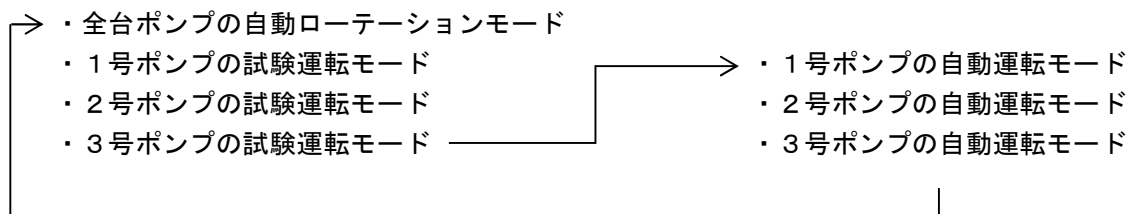
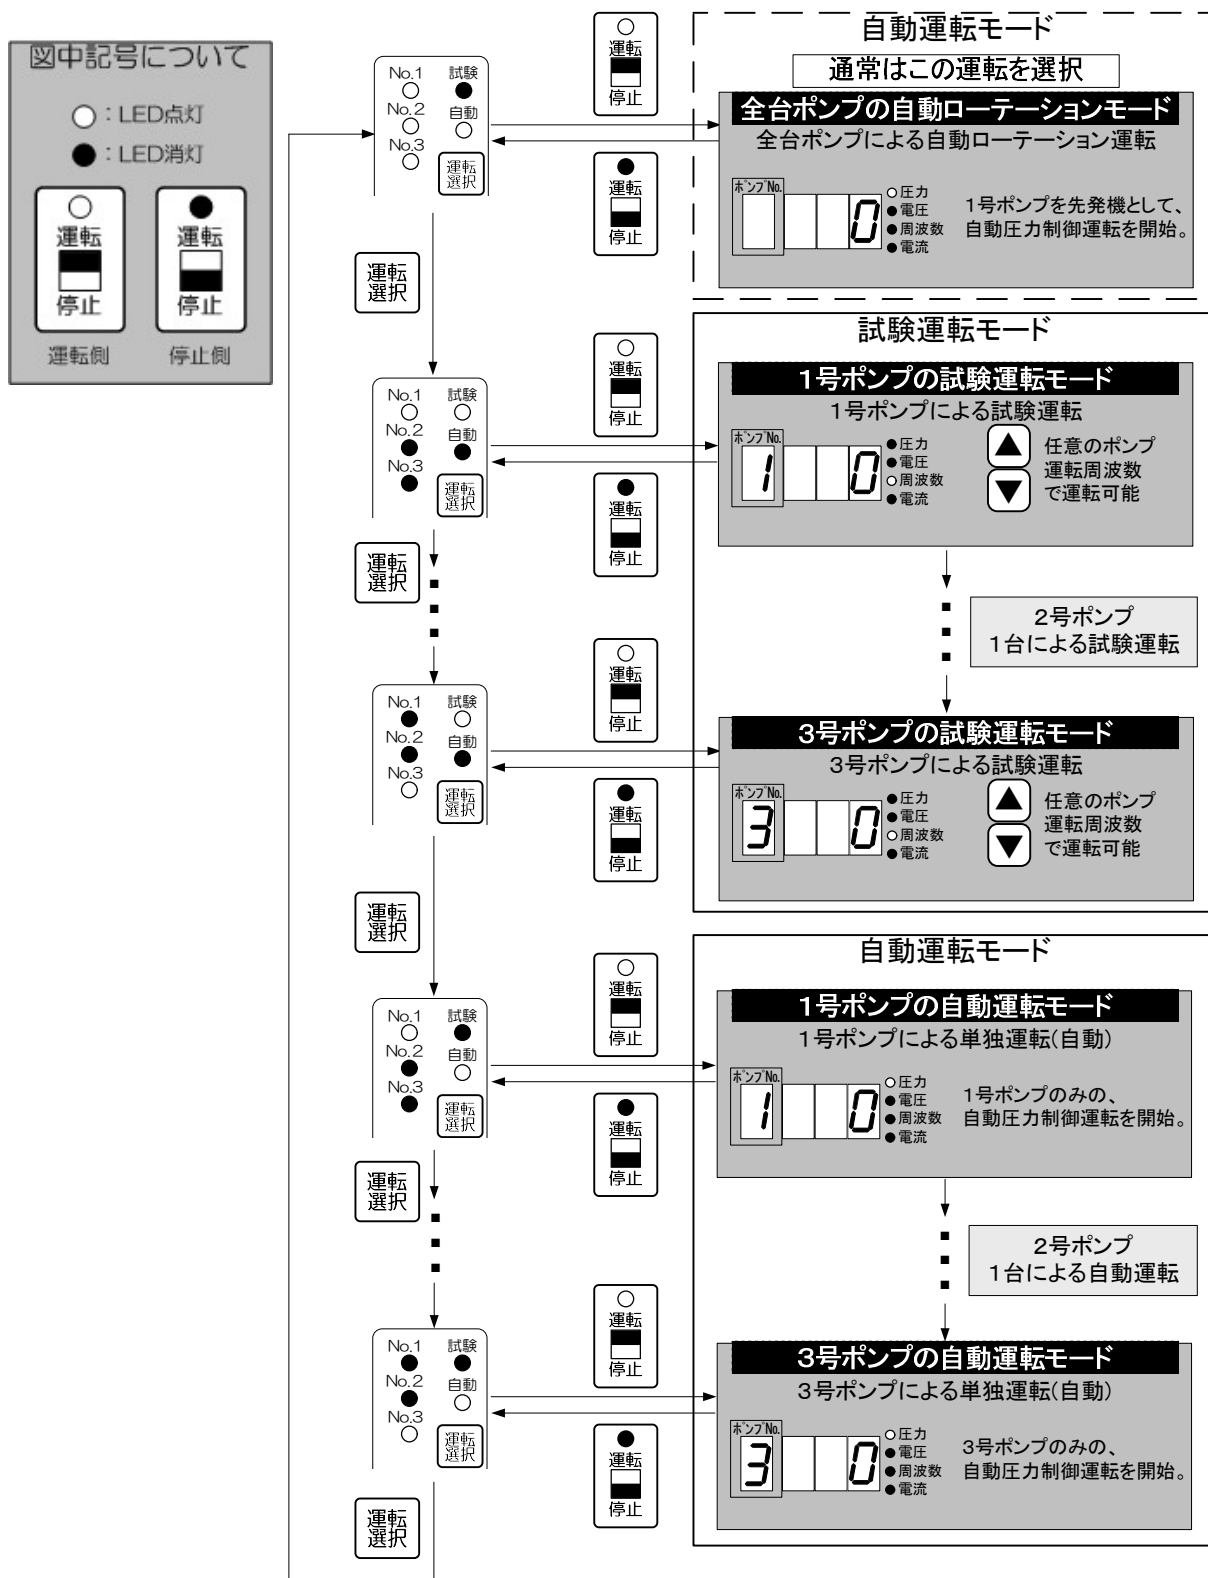

図 19 運転モードの遷移
図 20 運転モードの操作方法
- ・**運転** ボタンを押す度に図 19 のように運転モードが切替わります。詳細については図 20 を参照ください。
- (1) 圧力タンク用ボールバルブのハンドルを廻して、閉じてください。
- (2) 【運転停止スイッチ】が、停止側になっていることを確認してください。
- (3) 運転選択 ボタンを何回か押して、「1号ポンプの試験運転モード」にしてください。（図 20 参照）
- (4) 【運転停止スイッチ】を、運転側に切替えます。
- (5) ▲ ▼ ボタンを押して、運転周波数を変化させ、ポンプの回転速度が変化することを、ご確認ください。
- (6) 【運転停止スイッチ】を停止側に切替えて、ポンプを停止させてください。
- (7) 運転選択 ボタンを何回か押して、「2号ポンプの試験運転モード」にしてください。（図 20 参照）